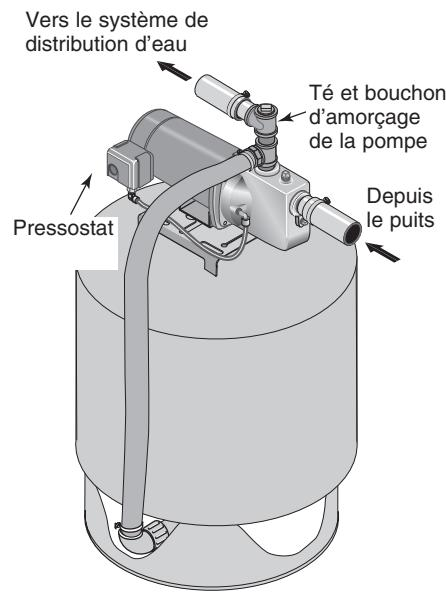

Figure 4 : Raccordement de réservoir préchargé
## RACCORDEMENT D'UN RÉSERVOIR PRÉCHARGÉ (FIGURE 4)
- 1° Installer deux té(s) dans l'orifice de refoulement de la pompe (voir Figure 4). Le tuyau doit être d'un diamètre aussi gros que celui de l'orifice de refoulement.